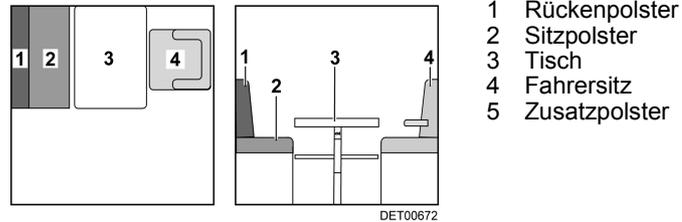

Bild 49 Vor dem Umbau
- Fahrersitz (Bild 49,4) drehen und ganz nach vorn schieben.
- Tisch (Bild 49,3) zum Bettunterbau umbauen (siehe Abschnitt 7.6.1).